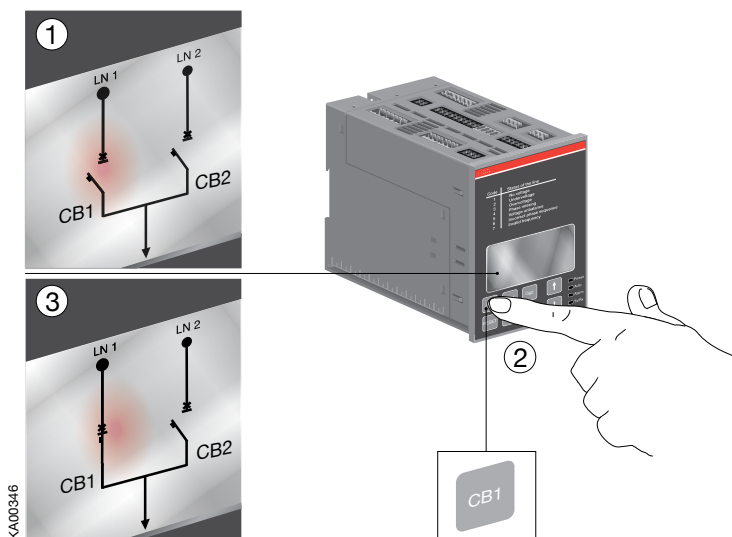

Figura 4.2 Selezione della linea di alimentazione tramite ATS022 in funzionamento manuale
- b. Quando viene premuto il tasto CB1 (vedi Figura 4.2/②), l'interruttore CB1 va in posizione di chiuso (LED CB1 ON, LED LN1 ON, vedi Figure 4.2/③) e l'interruttore CB2 sarà in posizione di aperto. Se l'interruttore CB1 è già in posizione di chiuso, premendo il tasto CB1 si apre l'interruttore CB1.